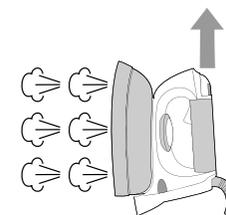

Рис. 5
- б. Нажмите кнопку блокировочного устройства для разблокировки, как показано на рис. 5.